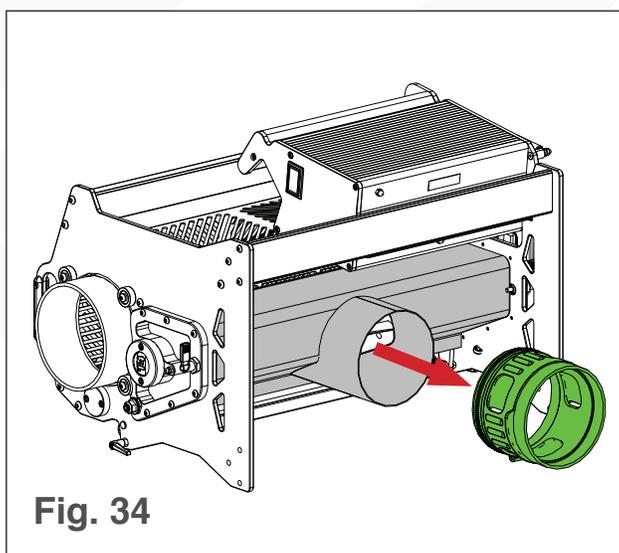

Fig. 34
- vi. Retire el acoplamiento de la cubierta de la aspiradora (ver Fig. 34).